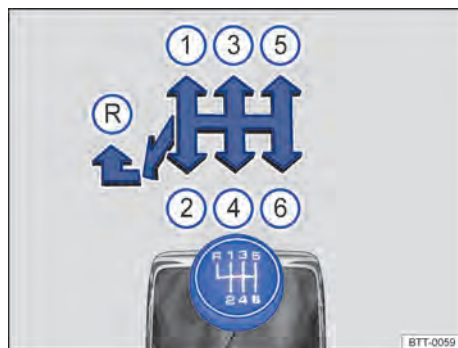

Fig. 134 Esquema de troca de marchas da transmissão manual de 6 marchas.
- Empurrar a alavanca de troca de marcha totalmente para a esquerda e depois para frente até a posição da marcha a ré → Fig. 134 .